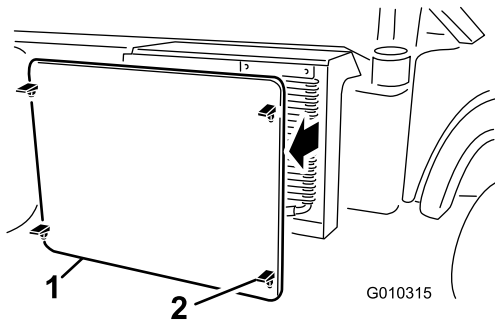

Figura 53
- Abra los enganches y retire la rejilla del radiador de la parte delantera del radiador (Figura 53).